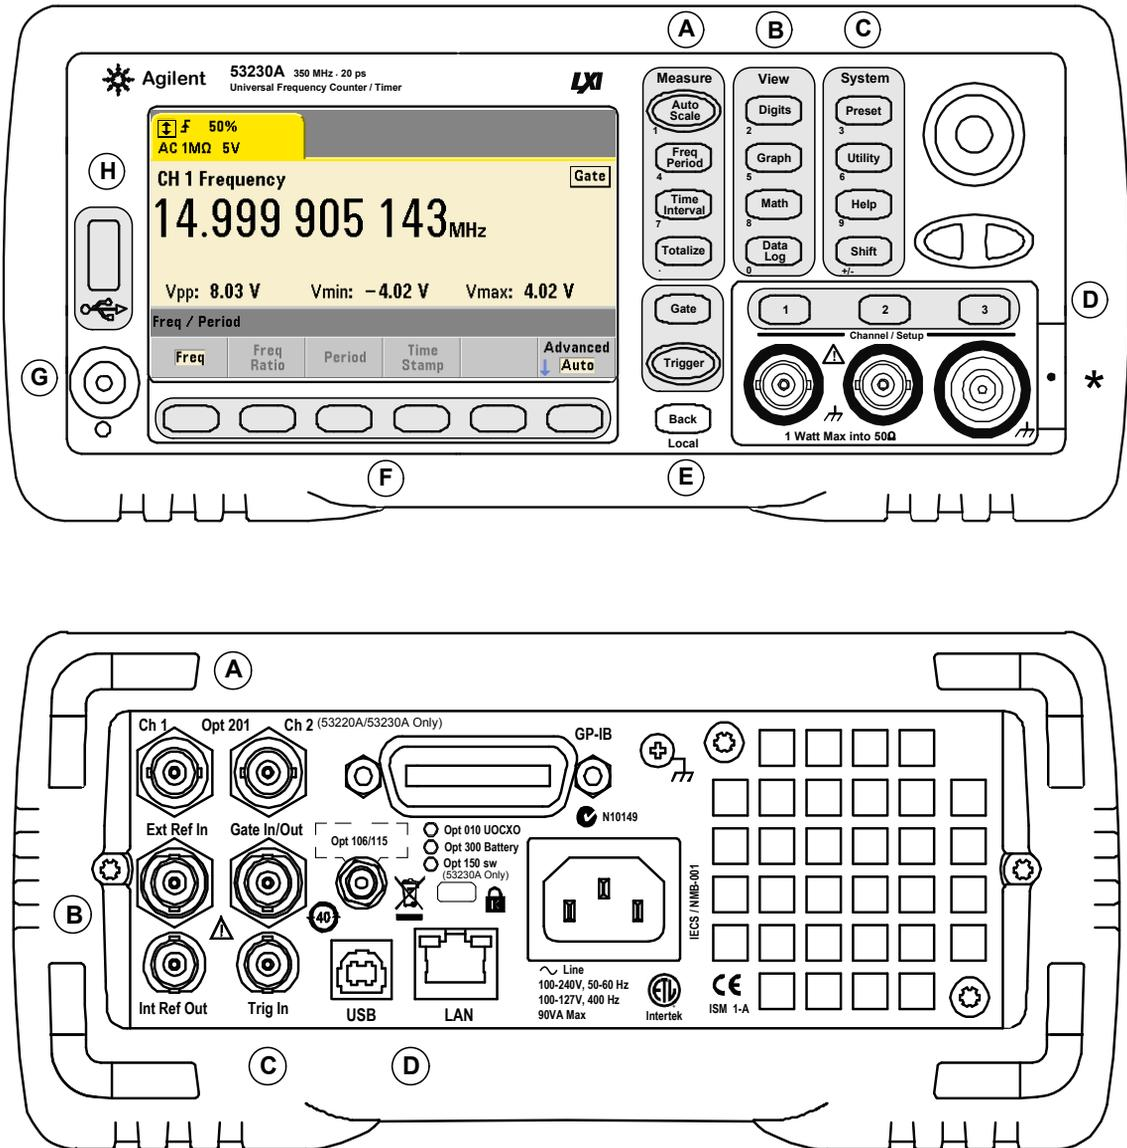

Abbildung 1-1. Der universelle Frequenzzähler/Timer 53220A/53230A
Abbildung 1-1 zeigt vorderes Bedienfeld und Rückwand des universellen 350-MHz-Frequenzzählers/-Timers 53230A von Agilent. 53220A und 53230A haben dieselben Abmessungen und verfügen über dieselben Produktoptionen, davon ausgenommen ist die Firmwareoption 150 für die Impulsmessung, die nur für den 53230A erhältlich ist.
D. Kanaltasten - Auswahl des Eingangskanals und Anzeige des zum Konfigurieren des Eingangssignalspfades verwendeten Softkey-Menüs. Beachten Sie, dass Abbildung 1-1 Kanal 3 Option 106/115 umfasst. Signalfadkonfiguration wird in **Kapitel 4** behandelt.
Die in Abbildung 1-1 gezeigte Rückwand des 53230A umfasst die Produktoption 201 (parallele Rückwandeingänge) und die GPIB-Schnittstellenoption 400. Die Anschlüsse an der Rückwand werden unten kurz beschrieben.